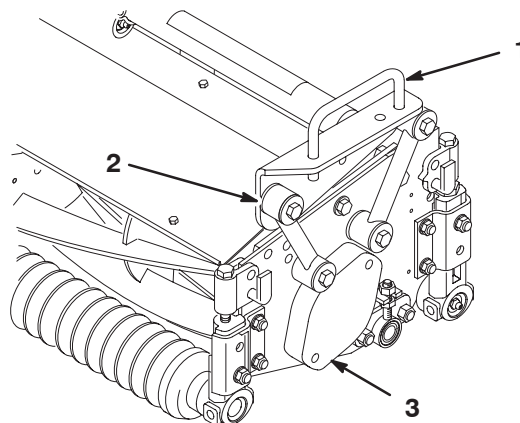

Figura 5
3. Fije cada acoplamiento de montaje al bastidor con un tornillo de caperuza (3/8 x 2-1/4 pulg.), 2 arandelas planas, y una contratuerca, según muestra la figura 5. Coloque una arandela en cada lado del acoplamiento al montarlo. Apriete a 42 Nm.